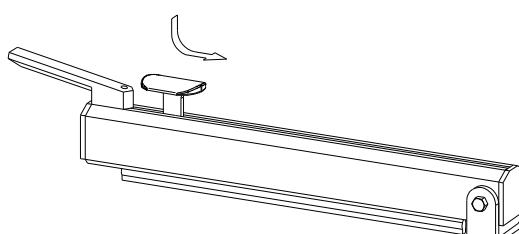

Fig1
3. Vid avskärning: Pressa ned knivhållaren och för knivsläden snabbt över folien under tiden armen är i nedpressat läge (fig.1).
- Folien kan kuttes ved å trykke den røde knivholderen på sveisearmen ned og samtidig skyve den til den andre siden av armen, mens denne er nede (fig.1).
3. Folię można obciąć. W tym celu należy wcisnąć czerwony uchwyt noża i przejechać nim wzdłuż ramienia, w czasie, gdy ramię urządzenia jest opuszczone (Rys. 1).